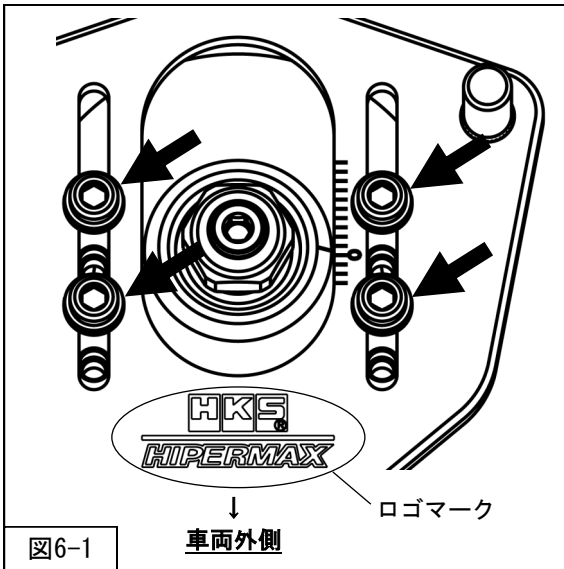

図6-1
2. キャンバー調整ボルト（4ヶ所）をゆるめてください。（図6-1 矢印部分）